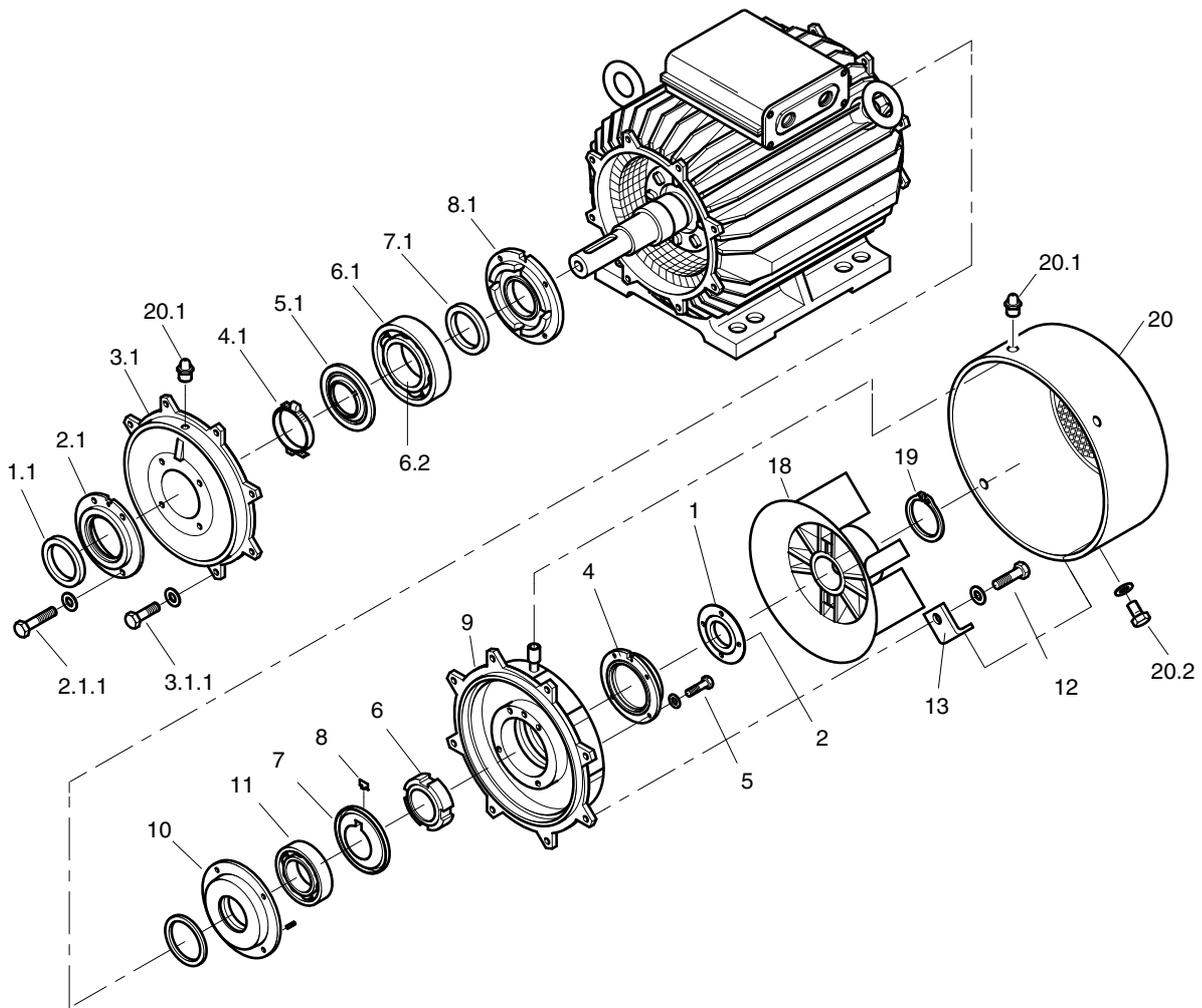

Figure 15: Changement de palier AH180 à AH315
5.5.6 Montage des paliers à roulement à billes oblique côté opposé (Disposition O) (→ Fig. 15) (Pour les roulements à rouleaux côté entraînement, voyez 5.5.4, et pour les roulements à billes côté entraînement, voyez 5.5.2)